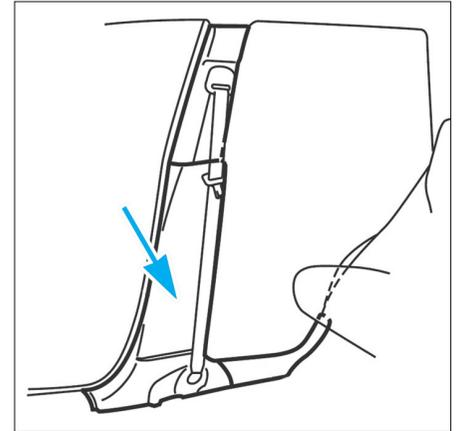
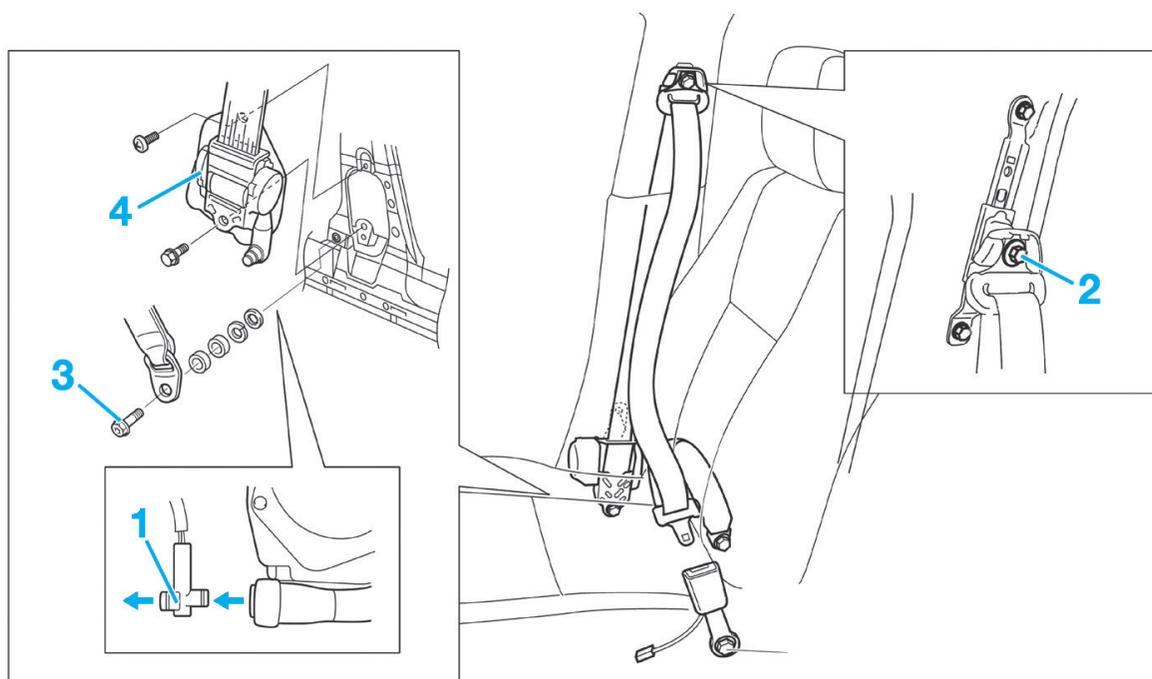

FIG. 18
FIG. 20
- Déposer la garniture inférieur du montant central (Fig.18).
- Déposer la garniture latérale inférieure du pied milieu (**Fig.18**).
- Débrancher le connecteur jaune du prétensionneur (1) de ceinture de sécurité.
- Déposer (**Fig.20**) :
- la vis d'ancrage supérieure (2) de ceinture de sécurité.
- la vis d'ancrage inférieure (3) de ceinture de sécurité.
- l'enrouleur automatique (4).